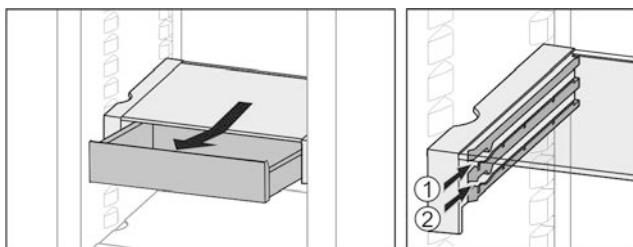

Fig. 26
- На любой высоте Fig. 26 (1) или Fig. 26 (2) вставить.